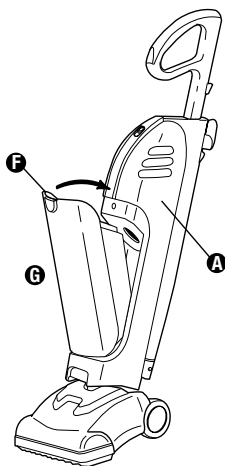

FIG. 6
Step 4: To replace dust cup **G**, install bottom of cup into unit **A** (Fig. 6).
Paso 4: Para volver a colocar el recipiente para polvo **G**, instale la parte inferior del mismo en la unidad **A** (Fig. 6).
4 Étape: Pour replacer le bac à poussière **G**, insérez le fond du bac dans le corps de l'unité **A** (Fig. 6).